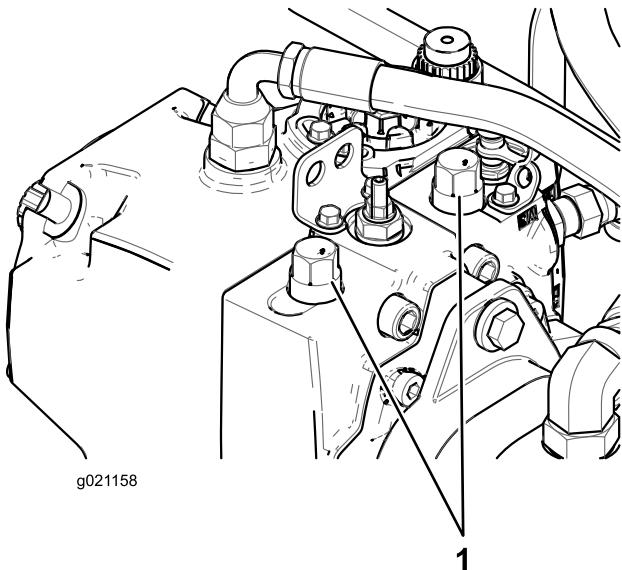

Bild 36
- Öffnen Sie die Motorhaube und ermitteln Sie die Sicherheitsventile an der Pumpe (Bild 36).